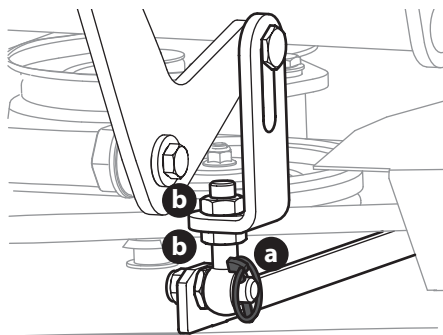

Fig. 45
- Ajuste el perno de ojo (a) en la parte delantera izquierda de la plataforma para que la altura desde la punta de la cuchilla externa derecha al piso coincida con la de la punta de la cuchilla externa izquierda. Esto se hace aflojando las contratuercas (b) en el perno de ojo (a) y apretando la contratuercas superior (b) para elevar la plataforma y aflojando la contratuercas (b) para bajar la plataforma. La altura de la punta de la cuchilla externa derecha se fija con el perno de ojo derecho (a), por lo que debe ajustar la punta externa izquierda para que coincidan (Fig. 45).
- Cuando logre el ajuste correcto, vuelva a apretar las contratuercas (b) (Fig. 45).
- Afloje las contratuercas (b) en la parte posterior izquierda y derecha de los pernos de ojo (a) (Fig. 45).
- Comience en la parte posterior derecha para elevar la parte trasera de la plataforma, ajuste la contratuercas superior (b) para elevar la plataforma o afloje la contratuercas superior (b) para bajar la parte trasera de la plataforma (Fig. 45).
- Ajuste la contratuercas (b) en la parte trasera izquierda para eliminar la "holgura" de la varilla roscada (Fig. 45).
- Apriete ambas contratuercas inferiores (b) para asegurar el ajuste de la plataforma (Fig. 45).
- El ajuste final sería eliminar la "holgura" del varillaje trasero izquierdo si la parte posterior de la plataforma se elevó ajustando las contratuercas (b) en el perno de ojo (a). Afloje las contratuercas (b) y apriete la contratuercas superior (b) para eliminar la "holgura" (Fig. 45).
- En muchos casos será necesario ajustar la altura de la plataforma usando los ajustes de ambos pernos de ojo (a) y el ajuste de inclinación para lograr las alturas correctas entre cuchillas y piso. Si recuerda que el ajuste de la punta de la cuchilla derecha delantera es fijo y usted nivela a esa altura, el ajuste de las plataformas será más simple (Fig. 45).